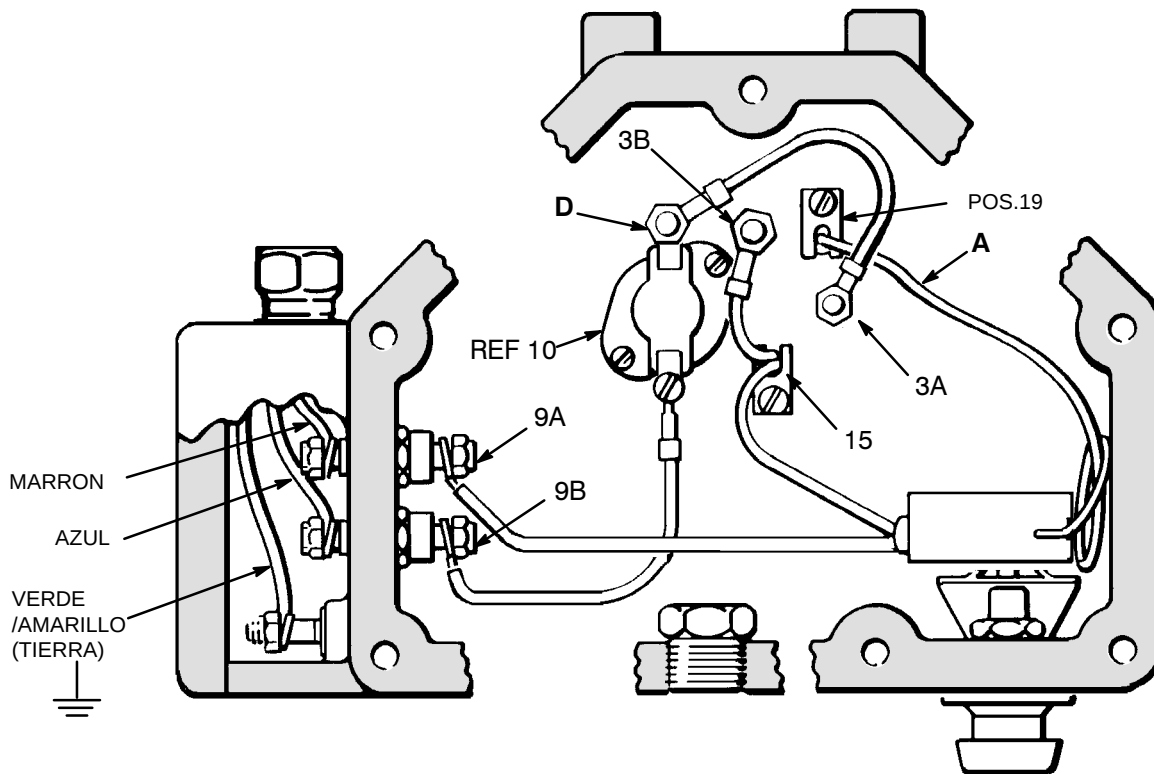

Fig 12
10. Véase la Fig. 12, página 13, para ver si el cableado está hecho correctamente.
11. Instalar las arandelas retén (5) y los tornillos (6) y apretar hasta 10 N.m.
2. Retirar la tapa (18) de la caja .
3. Aflojar los tornillos (D) de las patas del termostato (10) y retirar los cables – uno del limitador de calor (15) y uno del interruptor termostático (24).
4. Retirar los dos tornillos (16) que sujetan el termosto y a continuación retirar el termostato.
6. Véase la Fig. 12, página 13, para cerciorarse de que el cableado está hecho correctamente.
7. Instalar las arandelas retén (5) y los tornillos (6) y apretar hasta 10 N.m.
2. Retirar la tapa de la caja (18).
3. Aflojar la tuerca (9B) y la tuerca (3B) que sujetan los conductores del limitador de calor (15) y retirar el limitador.
5. Aplicar una capa fina de grasa compensada térmica en el bulbo del limitador de calor (15). Adquirir la grasa condensada térmica por separado en Graco, pieza n° 110-009.
6. Véase Fig. 12 para comprobar si el cableado está hecho correctamente.
7. Instalar las arandelas retén (5) y tornillos (6) y apretar hasta el par 10 N.m.